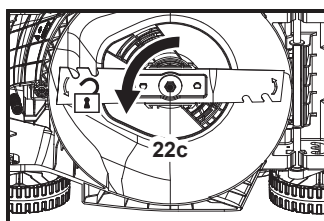

Fig. 20
1. Mantenha a parte inferior e a lâmina de corte (22) limpas e sem detritos. Remova a relva cortada da conduta de descarga traseira (21).
3. Mantenha a lâmina de corte (22) afiada para garantir um bom desempenho de corte. Substitua a lâmina de corte gasta ou danificada por uma nova do mesmo tipo, ou solicite o afiamento a um especialista qualificado.
4. Desaperte o parafuso de fixação (22c) para a esquerda com uma chave de impacto elétrica adequada (tamanho da chave de 13 mm) (Fig. 20) e retire-o juntamente com a anilha plana (22b) e a lâmina de corte (22).